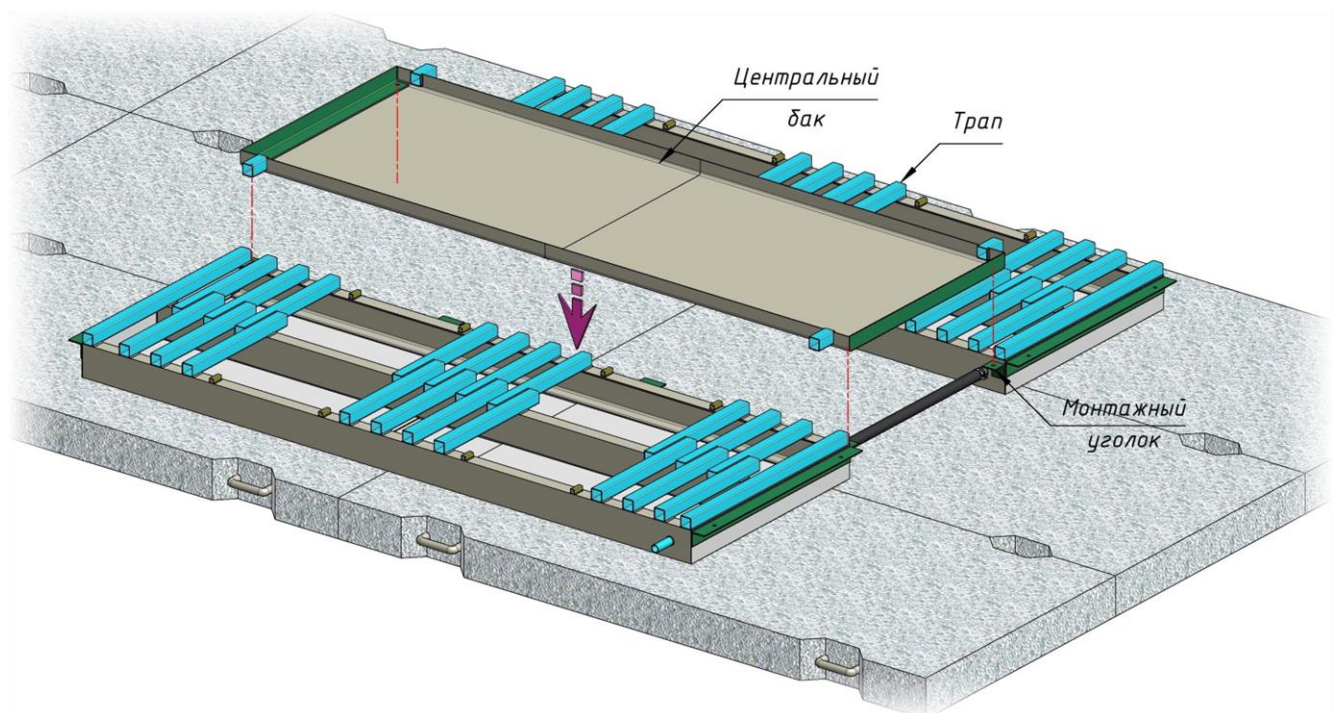

Рисунок 3
- между трапами устанавливается центральный бак, который крепится с помощью четырех болтов M12x40/гаек M12 за монтажные уголки (смотри рис. 3);